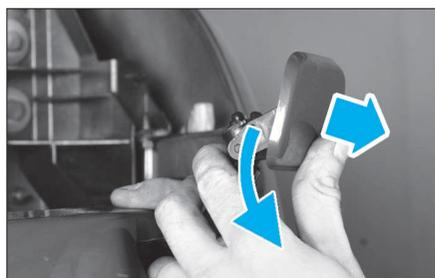

FIG. 4
- les caches de lave projecteur (si équipé) (Fig.4).